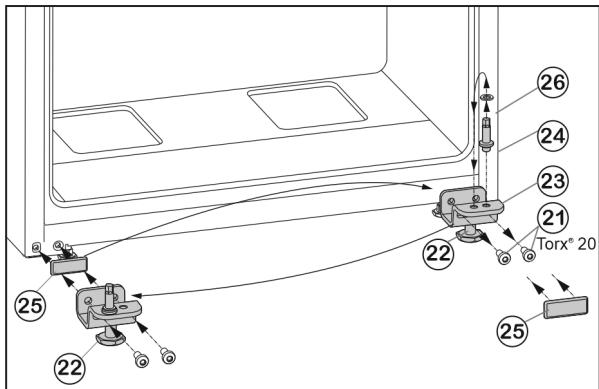

Fig. 7
- Odvijte pričvrsne vijke Fig. 7 (21).
- Skinite cijeli podložak ležaja dolje Fig. 7 (23) zajedno sa svornjakom ležaja Fig. 7 (24), pločicom Fig. 7 (26) i podesivom nožicom Fig. 7 (22).
- Potpuno odvijte svornjak ležaja Fig. 7 (24) zajedno s pločicom Fig. 7 (26), premjestite ga u suprotnu prihvatu rupu podloška ležaja i ponovo zavijte.
- Pažljivo skinite poklopac Fig. 7 (25) i premjestite ga na drugu stranu.
- Cijeli podložak ležaja dolje Fig. 7 (23) zajedno sa svornjakom ležaja Fig. 7 (24), pločicom Fig. 7 (26) i podesivom nožicom Fig. 7 (22) ponovno pričvrstite na novoj strani šarke, po potrebi uz pomoć odvijača na baterije (**s 4 Nm**).
- Stavite donja vrata odozgo na svornjak ležićta Fig. 7 (24).
- Odvijte podesivu nožicu Fig. 7 (22) napodlošku ležaja dolje Fig. 7 (23) tako da se podupre o pod.